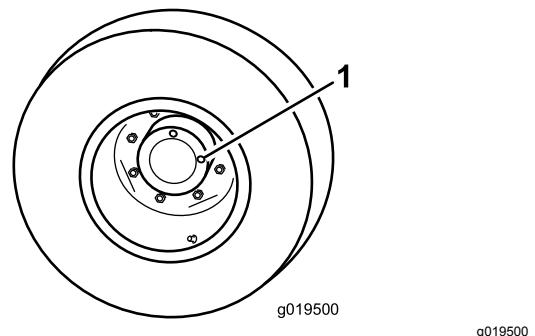

Figure 14
bouchon de contrôle à la position 12 heures et l'autre à la position 3 heures (Figure 14).
1. Bouchon de contrôle/vidange (2)
2. Retirez le bouchon qui est à la position 3 heures (Figure 14).